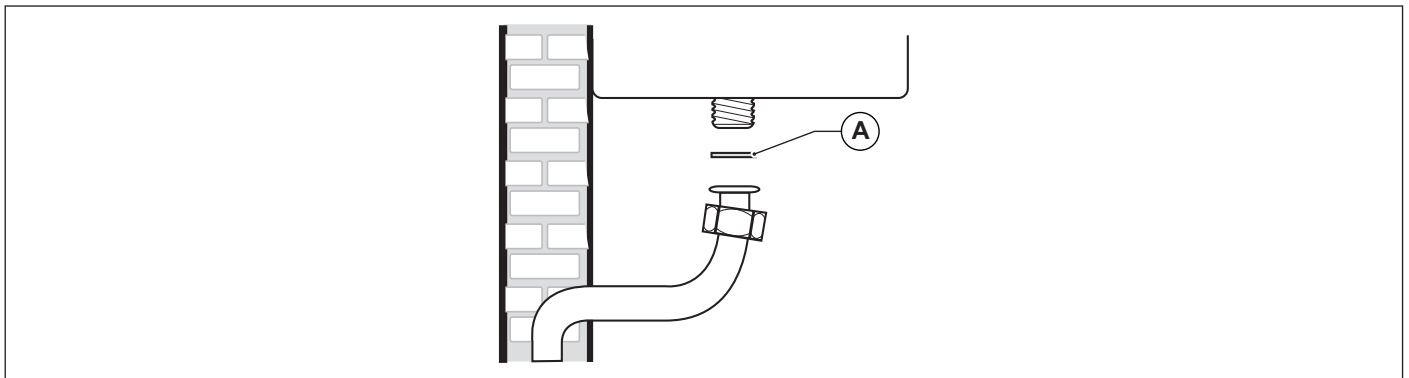

Fig. 16 Allacciamento alla rete del gas
E' OBBLIGATORIO, per collegare l'attacco gas della caldaia alla tubazione di alimentazione, interporre una guarnizione (A) a battuta di misure e materiali adeguati (vedi Fig. 16 Allacciamento alla rete del gas).